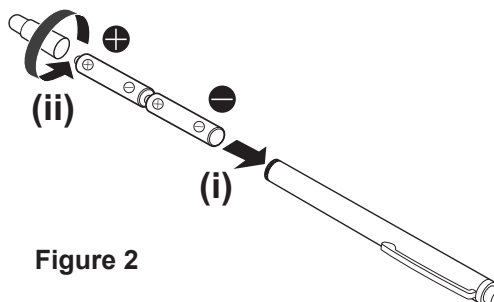

Figure 2
- 2) Installez les piles dans le sens indiqué sur la figure 2 et tournez le capuchon du stylo dans le sens inverse pour le fermer.